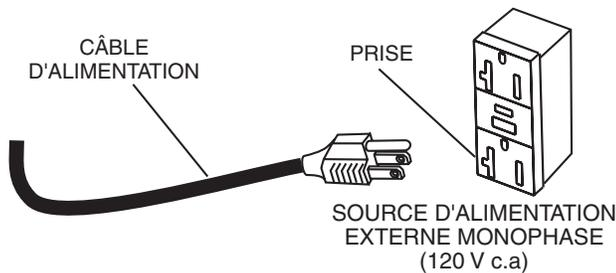

Figure 28. Connexion à une prise de 120 V.c.a
3. Si une source d'alimentation autre qu'un générateur portable est utilisée, connecter le câble d'alimentation C.A à la prise de 120 V. c.a. Voir Figure 28.